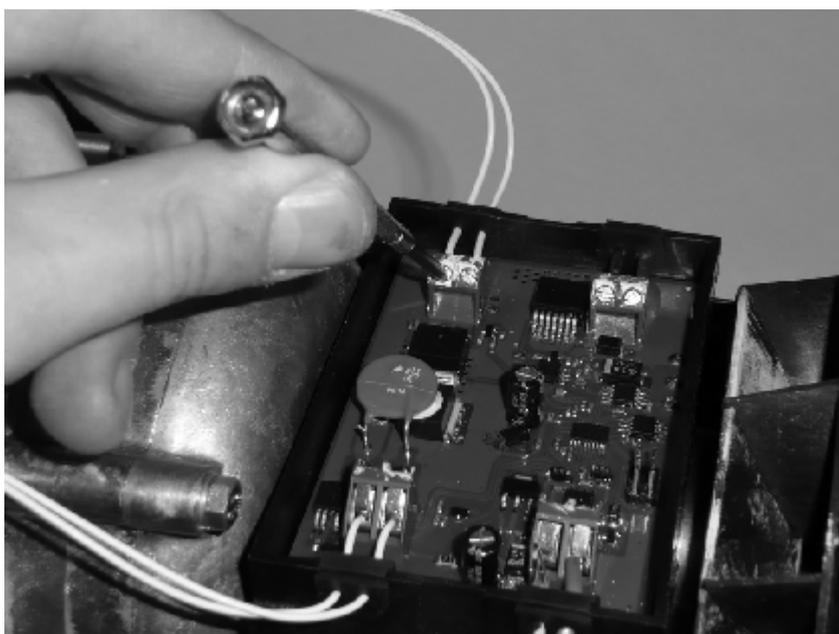

Рисунок 7
- в блоке управления отвернуть винты крепления проводов питания от разъема и вынуть их (см. рис. 7);